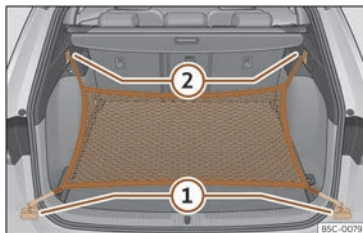

Fig. 129 No maleteiro: argolas ① e ganchos ② para enganchar a bolsa de rede.
- Fixe os ganchos curtos da rede nas argolas de amarre»» fig. 129 ① »» ⚠. A cremalleira da bolsa ten que quedar cara arriba.
- Fixe as cintas nos ganchos para colgar bolsas ②.